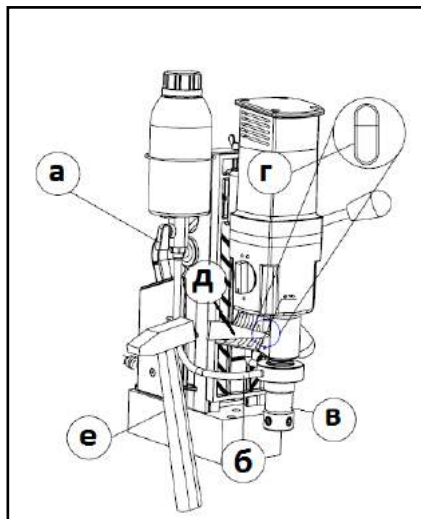

**Рис. 10**
**Если керн из сверла не выдавлен штифтом, то необходимо извлечь сверло из держателя и выбить керн штифтом, аккуратно ударив по нему с противоположной стороны молотком. (Рис. 10)**